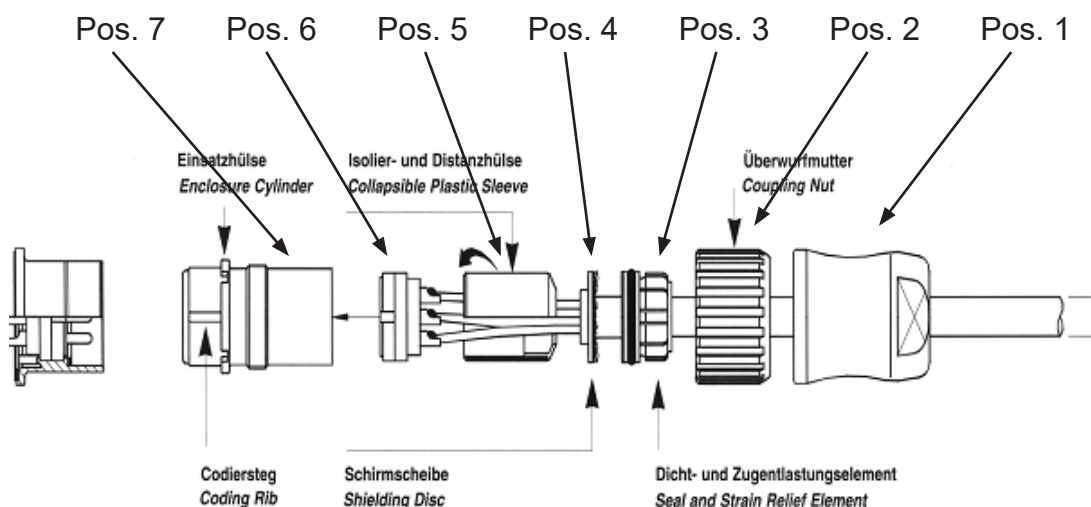

Fig. 8.3. Montage des Steckers Teile Nr. 9 300 12 10000 und 9 300 12 20000
- In diesem Beispiel: Wählen Sie ein verdrehtes Paar mit den Farben Schwarz / Braun und die rote Ader des anderen verdrehten Paares Schwarz / Rot, und schneiden Sie die Isolierung ca. 5 mm vom Ende dieser 3 Adern weg und löten Sie sie an die Stifte des Steckers (wie in Abb. 8.3, Pos. 6 gezeigt).